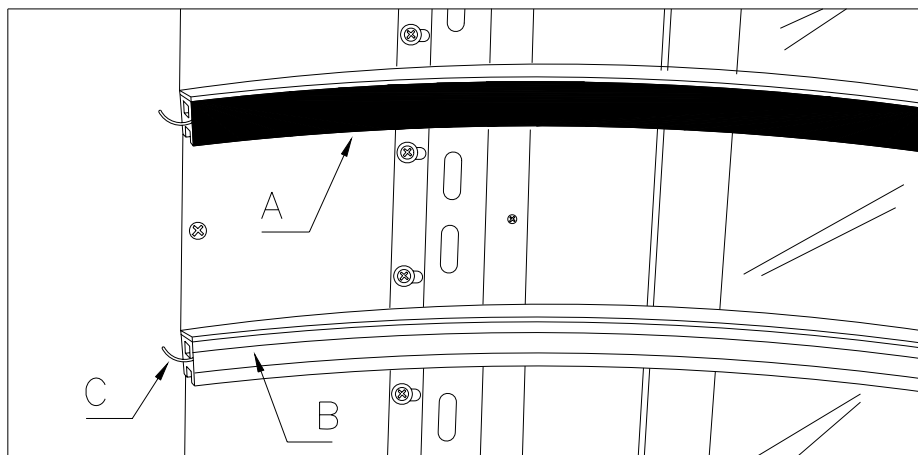

FIG. 17
2. Togliere la striscia isolante Rif. A FIG. 17
3. Sfilare il dissipatore Rif. B FIG. 17 usando l'estremità di un cacciavite.
4. Rimuovere la resistenza Rif. C FIG. 17 e sfilarla dal foro sconnettendola elettricamente.